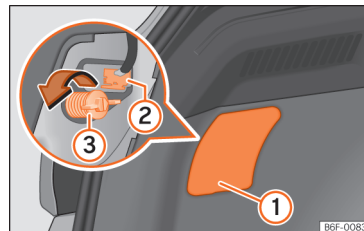
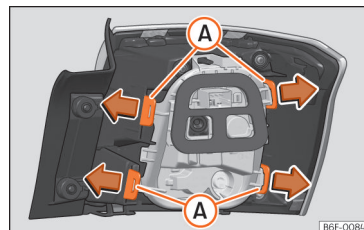

Fig. 171 Bagageira: acesso ao parafuso de fixação da unidade de luz traseira.
Fig. 172 Linguetas de fixação na parte posterior da unidade de luz traseira.
- Retire a tampa fazendo alavanca com o lado plano de uma chave de fendas no entalhe »» Fig. 171 ①.
- Retire o conector da lâmpada ②.
- Desenrosque com a mão ou com a ajuda de uma chave de fendas o parafuso de fixação do farolim ③.
- Desmonte o porta-lâmpadas desbloqueando as linguetas de fixação »» Fig. 172 A.